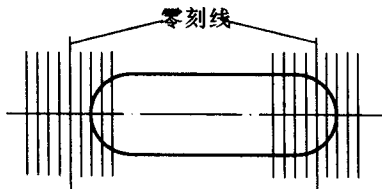

图 1-14 直接读数法
(1)直接读数法 水准器气泡在中间位置时读作零。以零刻线为基准,气泡向任意一端偏离零刻线的格数,就是实际偏差的格数。一般在测量中,都是由左向右进行测量,把气泡向右移动作为“+”,反之则为“-”。如图 1-14 所示为 +2 格偏差。